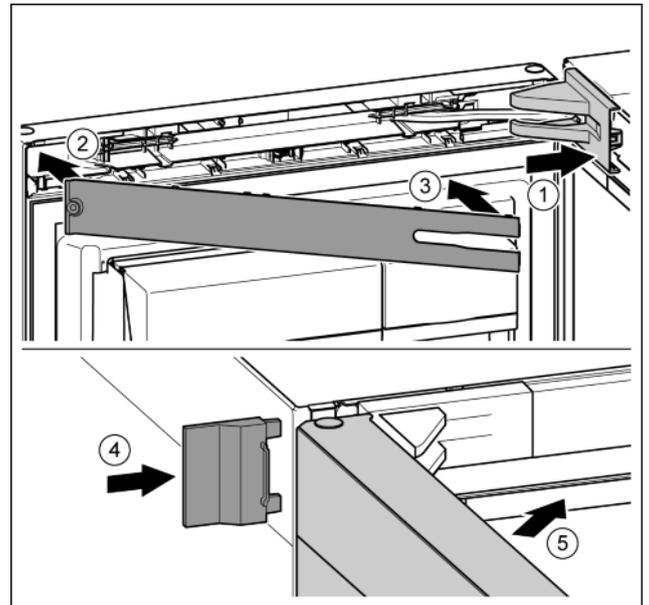

Fig. 40
- ▶ Abdeckung aufsetzen und einrasten, ggf. vorsichtig auseinanderdrücken. Fig. 40 (1)
- ▶ Abdeckung aufsetzen. Fig. 40 (2)
- ▶ Abdeckung einschwenken und einrasten. Fig. 40 (3)
- ▶ Äußere Abdeckung aufschieben. Fig. 40 (4)
- ▶ Obere Tür schließen. Fig. 40 (5)